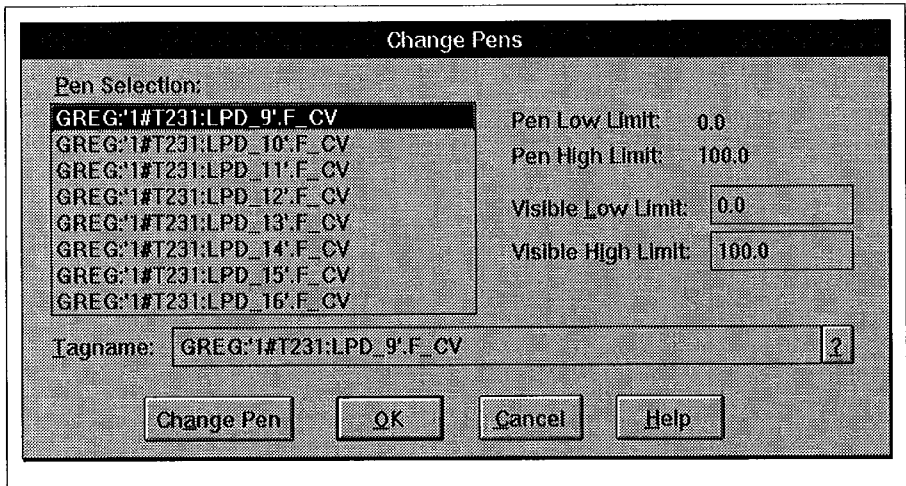

Figure 4-9 Boîte de dialogue Change Pens - Changer stylos (exemple)
- 1 Double-cliquez n'importe où dans la zone interactive du synoptique de tendance rapide. (Il s'agit de la zone où s'affiche un carré rouge dès que le curseur s'y trouve). La boîte de dialogue Change Pens (Changer stylos) s'affiche à l'écran, voir figure 4-9.